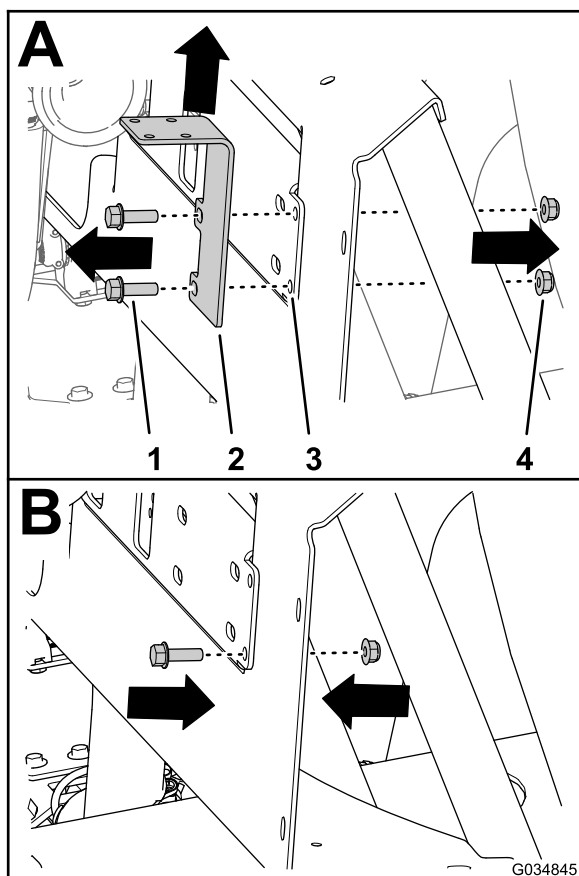

Figura 45
5. Retire los 2 pernos con arandela prensada ($\frac{5}{16}$ " x 1") y las 2 contratuercas con arandela prensada ($\frac{5}{16}$ ") que fijan el soporte de sujeción de la válvula de cierre del desvío al bastidor del distribuidor (Figura 45, A) y retire el soporte de la válvula de cierre.
6. Monte un perno con arandela prensada (5/16" x 1") y una contratuerca con arandela prensada (5/16") en el soporte del distribuidor (Figura 45, B) en el orificio inferior del soporte de la válvula de cierre.
3. Sujete el transductor de presión y el distribuidor a la ranura del soporte del distribuidor con una abrazadera en R y el perno con arandela prensada (¼" x ¾") y la contratuerca con arandela prensada (¼") que se retiraron anteriormente (Figura 45).